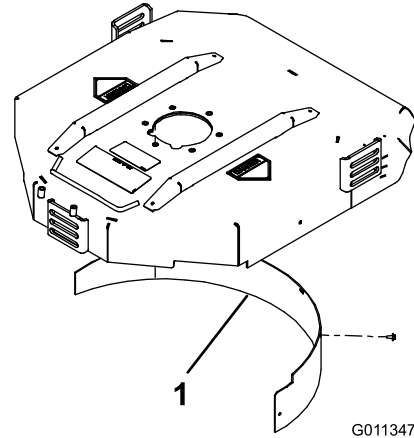

Figura 20
2. Instale el deflector de mulching en el hueco trasero y fíjelo con 5 tornillos con arandela prensada (Figura 20).